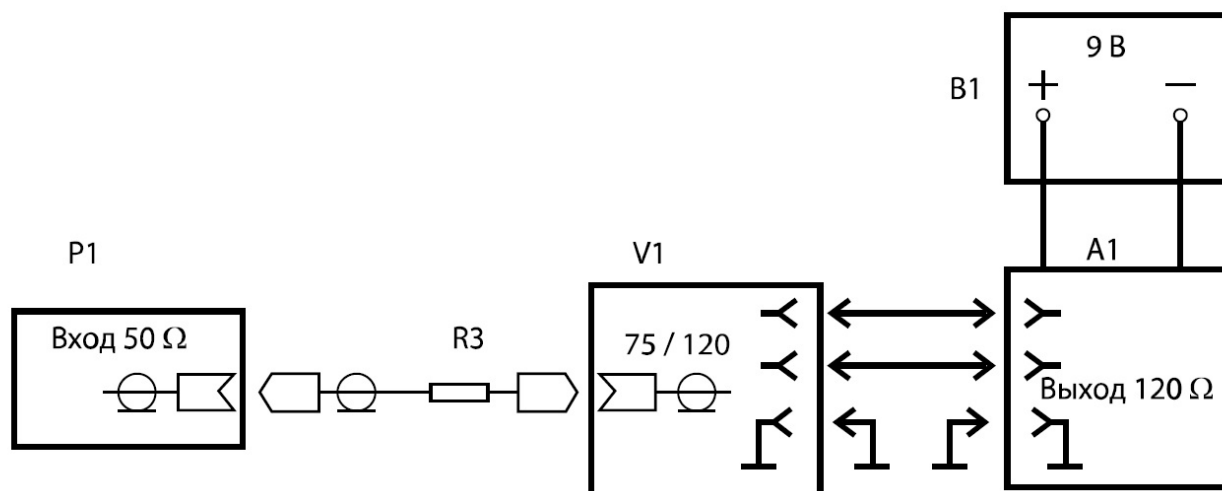

Рисунок 13.7.4.1 - Определение относительной погрешности установки тактовой частоты
13.7.4 Определение относительной погрешности тактовой частоты проводят с помощью частотомера, по схеме, представленной на рис. 13.7.4.1.